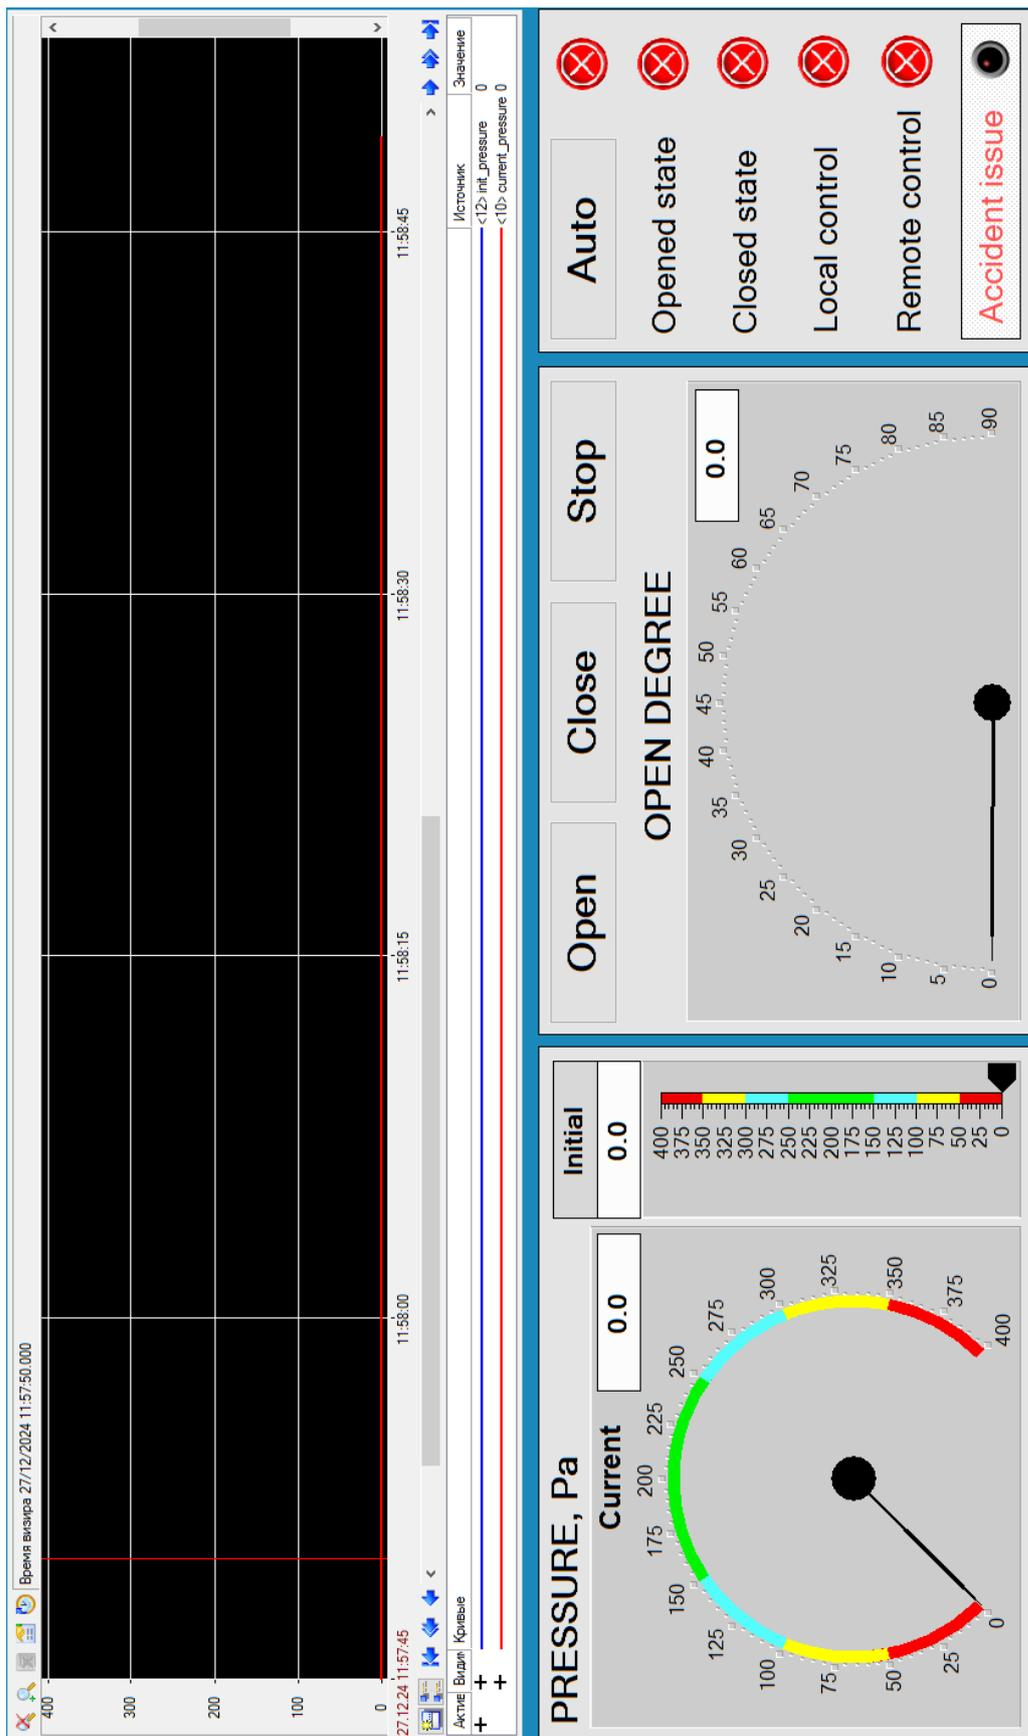

Рис. 63. Мнемосхема с элементами управления
Для начала обратите внимание на внешний вид мнемосхемы в режиме исполнения проекта, которая в дальнейшем должна получиться путём рисования графических элементов (рис. 63).
6. Нарисуйте графические элементы (рис. 63), используя инструменты рисования (рис. 77).